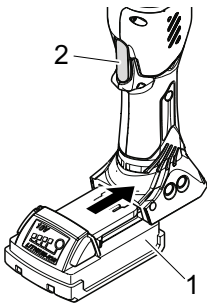

Fig. 6 : Insertion de la batterie
3. Maintenez le bouton START (Fig. 6/2) enfoncé tout en réinsérant la batterie (Fig. 6/1). Les LED d'état clignotent en rouge.